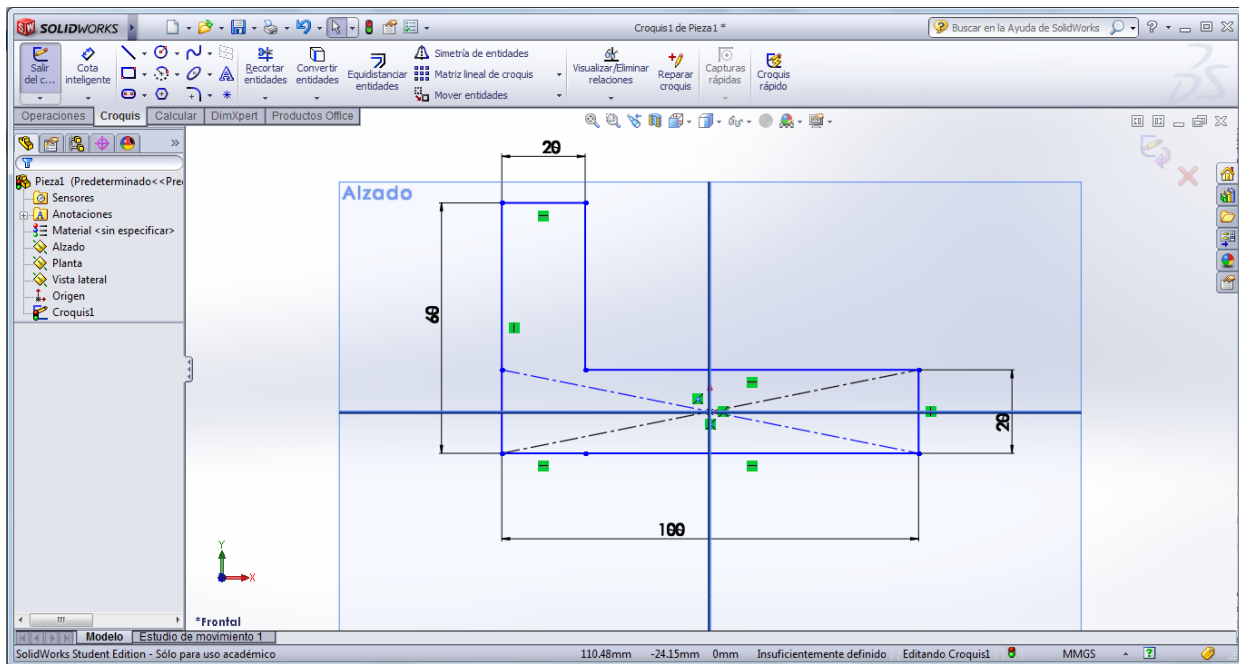

Figura 4. Croquis una vez recortadas las líneas sobrantes.
- Dibujar rectángulos (opción rectángulo de esquina o rectángulo de centro) que formarán una "L", con las dimensiones como se muestra en la Figura 3. Note que ambos tiene intersección de líneas en la esquina que forman; éstas deben borrarse para evitar problemas o errores en la creación del sólido (líneas indicadas en anaranjado). Para borrarlas, use la herramienta *Recortar entidades >> Recortar hasta más cercano*, luego seleccione las líneas que desea borrar y presione un click. Finalmente, el croquis quedará como se muestra en la Figura 4.